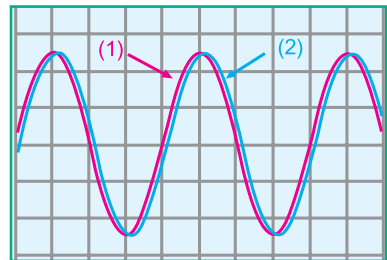

Fig.2a :  $u_E(t)$  et  $u_S(t)$  pour  $N_1 = 50 \text{ Hz}$
Sur l'écran d'un oscilloscope on obtient les chronogrammes 1 et 2 de la figure 2a, représentant, respectivement, les tensions instantanées  $u_E(t)$  et  $u_S(t)$ .
- 1°) Justifier, en se basant sur les figures 2a, 2b et 2c, que l'oscillogramme (1) correspond à la tension d'entrée  $u_E(t)$ .
A l'entrée du quadripôle RC, on applique une tension sinusoïdale  $u_E(t) = U_{Em} \sin(2\pi Nt)$ , de fréquence  $N$  réglable. Une tension sinusoïdale  $u_S(t) = U_{Sm} \sin(2\pi Nt + \varphi_s)$ , de même fréquence  $N$ , est obtenue à la sortie. Pour les faibles fréquences, la valeur de l'amplitude  $U_{Sm}$  est comparable à celle de  $U_{Em}$  comme le montre les figures : 2a, 2b et 2c.